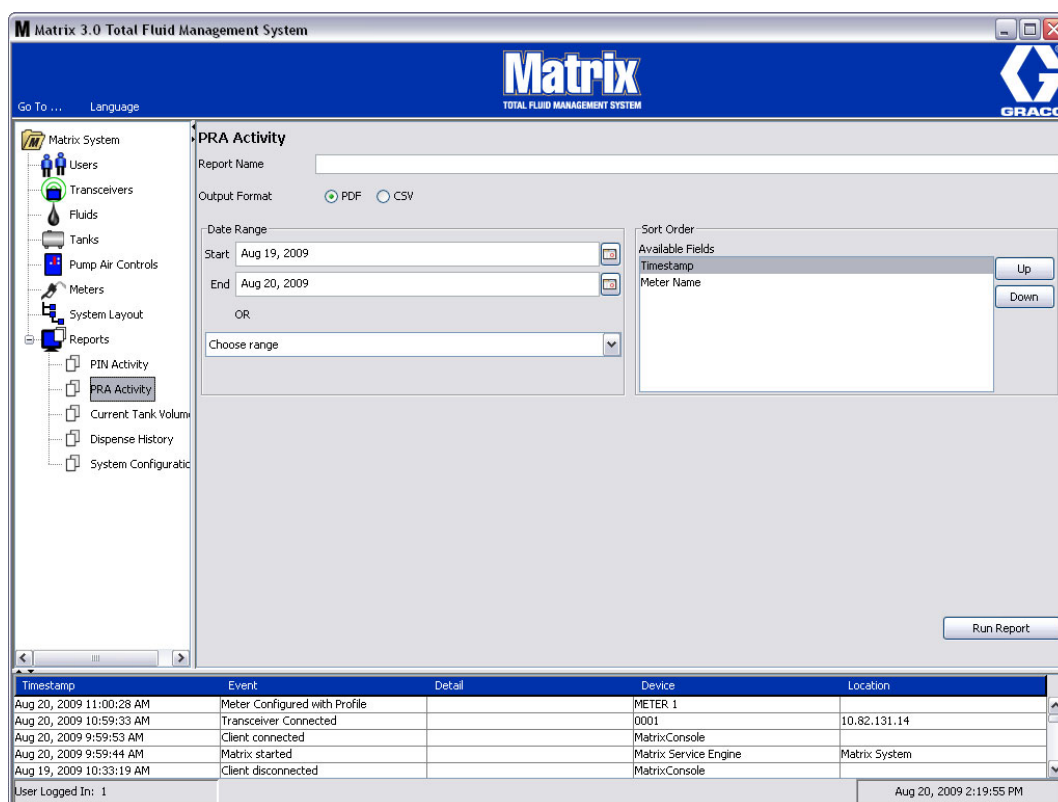

FIG. 103
- Écran d'activité de PRA (FIG. 103)